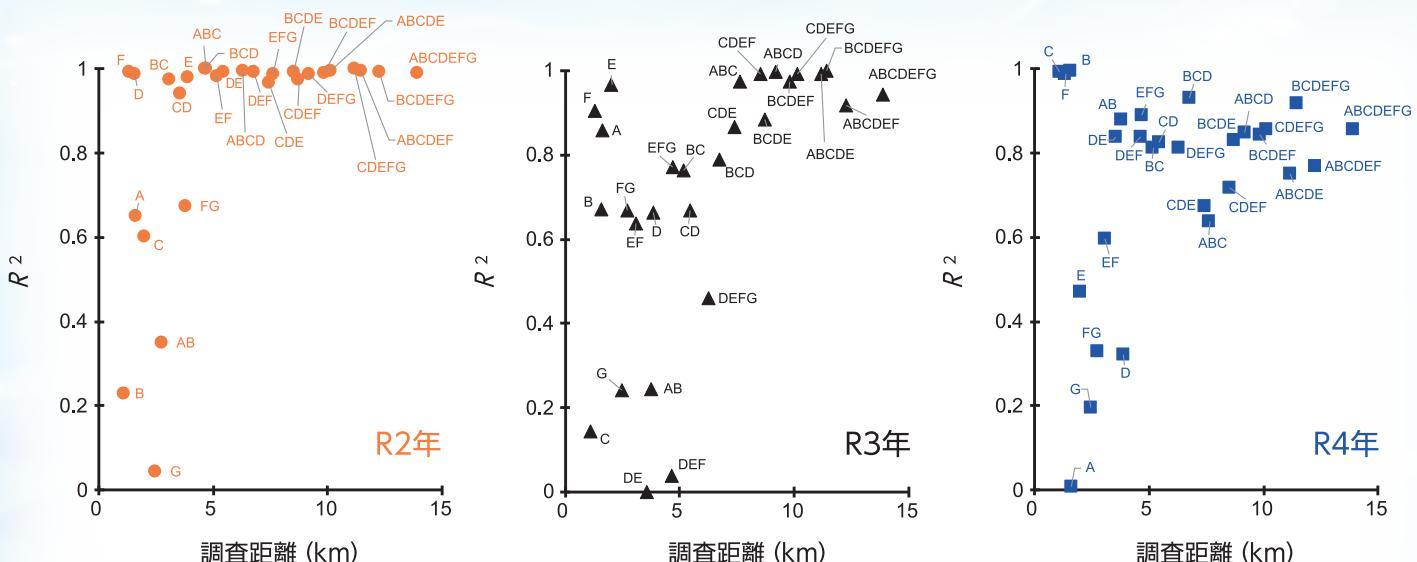

図15 調査区間の組合せと資源推定値へのあてはまり(R^2 値)
- 特徴的な地点をいくつか組合わせることで R^2 値は高くなり、全てのデータを用いども資源量が推定可能であることが分かりました(図15)。
③魚探による資源推定